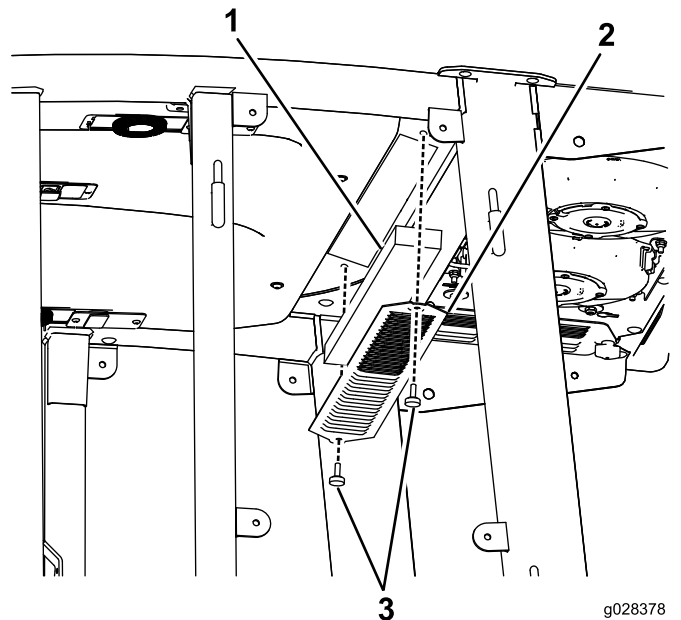

図 52
1. 室内用と後部用のエアフィルタからねじを外して格子を外す 図 52。